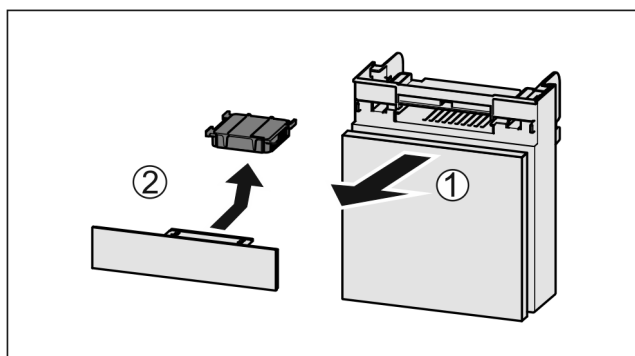

Fig. 195
- ▶ Потягніть Fig. 195 (1) відділення вперед.
- ▶ Витягнути Fig. 195 (2) фільтр з активованого вугілля.